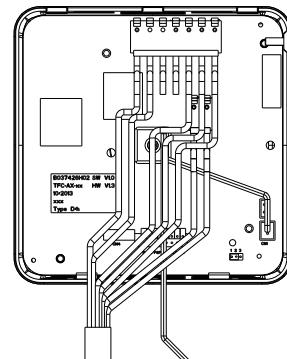
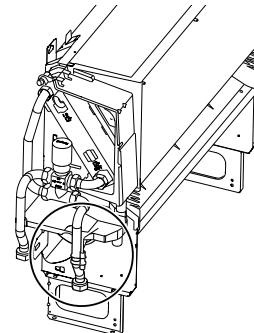

Fig. 6
Fig. 7
Abra o comando desaparafusando o parafuso de fecho específico ① (veja fig. 6). Ligue o sensor lado conector na placa electrónica ao conector ② (veja fig. 6). Ligue a outra extremidade à tubagem de entrada da água através do prendedor e abraçadeiras fornecidas (veja fig. 7). Finalize a operação isolando a tubagem com cuidado usando isolante fornecido.